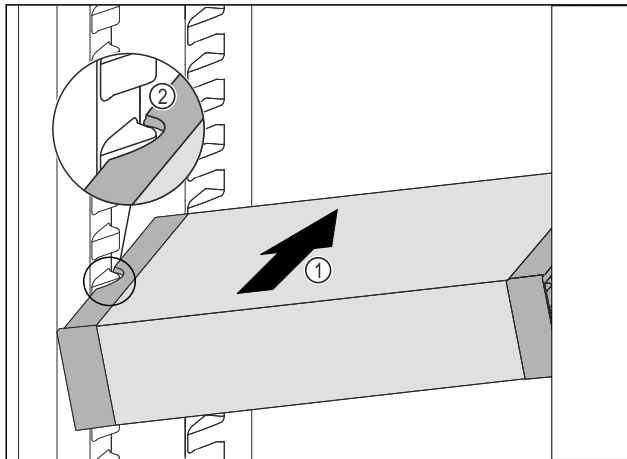

Fig. 157
- VarioSafe schräg in das Kühlteil einschieben Fig. 157 (1), bis sich die seitlichen Aussparungen Fig. 157 (2) des VarioSafes auf Höhe der Behälterrippe im Kühlteil befinden.